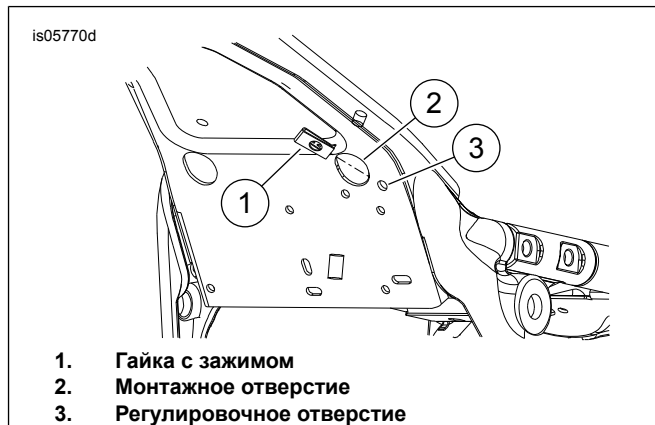

Рисунок 4. Установка гайки с зажимом
1. См. Рисунок 4 . Вставьте гайку с зажимом (1) в монтажное отверстие (2).
2. Совместите зажим с регулировочным отверстием (3).